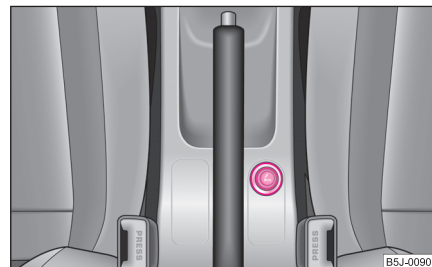

Fig. 77 Consola centrală:
- Apăsați capătul brichetei înăuntru ⇒ fig. 77.